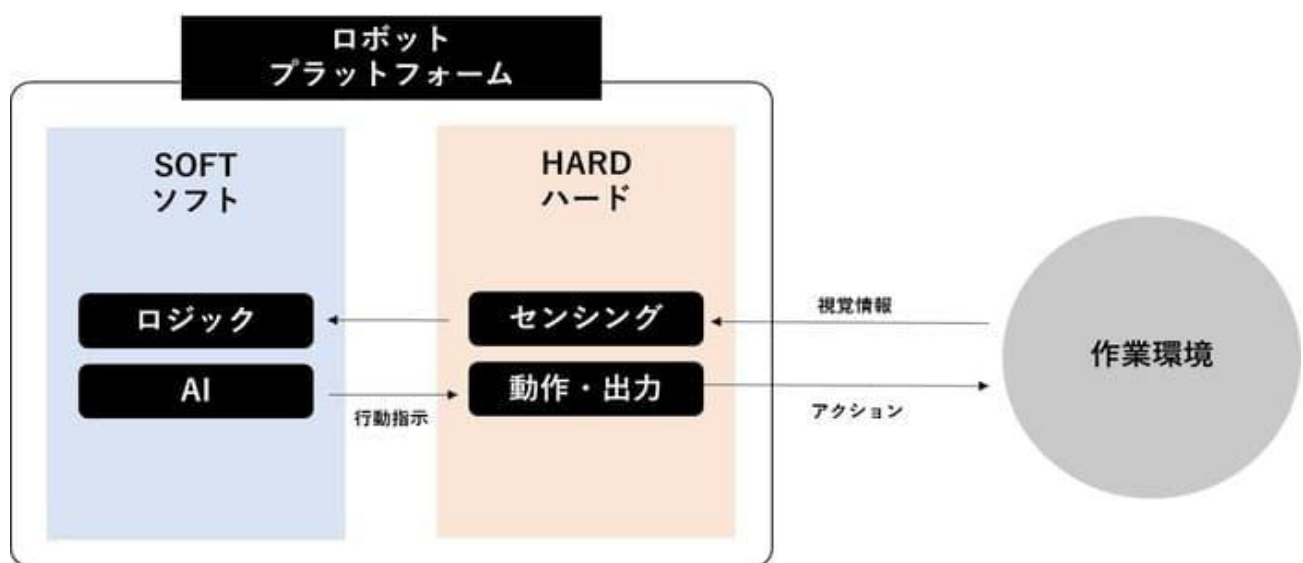

図2 ロボット技術のプラットフォーム化
NEDOプロジェクトでは、汎用ロボットビジョンシステムのプラットフォーム化技術の開発を目指しました。YOODSの目指す産業用ロボットのプラットフォーム化技術とは、視覚情報などのセンシング機能、ワーク認識ロジック部、そしてロボットへの行動指示であるアウトプットを、一連の流れにできるようにし、かつ先進機能を簡単に追加できるようにする技術です（図2）。具体的には、①ロボットの視覚機能として動作し、ロボット自体に搭載可能な小型で低価格な3Dカメラ、②カメラからの情報を高速に処理し、将来的にはAI機能も搭載可能な組込型ビジョンコントローラ、の開発を目指しました。原田さんは「NEDOプロジェクトでは、3Dカメラの超小型化が大きな目標でした。超小型カメラでも、ロボットに搭載することで対象ワークに近づいて撮影すれば、少ないデータ量で高精度なデータを得ることが出来るのではないか、と考えたんです」と振り返ります。